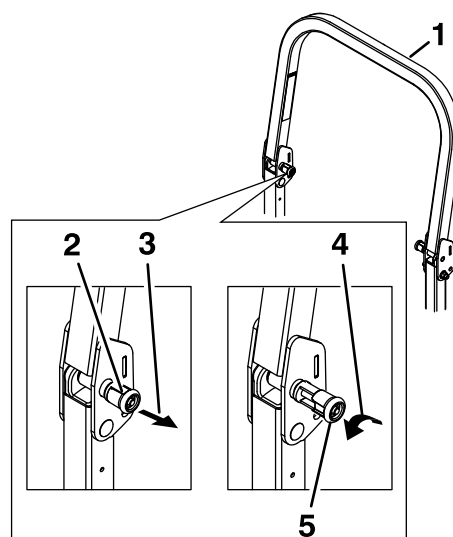

Figure 17
1. Le bouton doit être complètement verrouillé et les languettes être interverrouillées comme montré à la Figure 17 pour verrouiller l'arceau de sécurité à la position d'utilisation relevée.